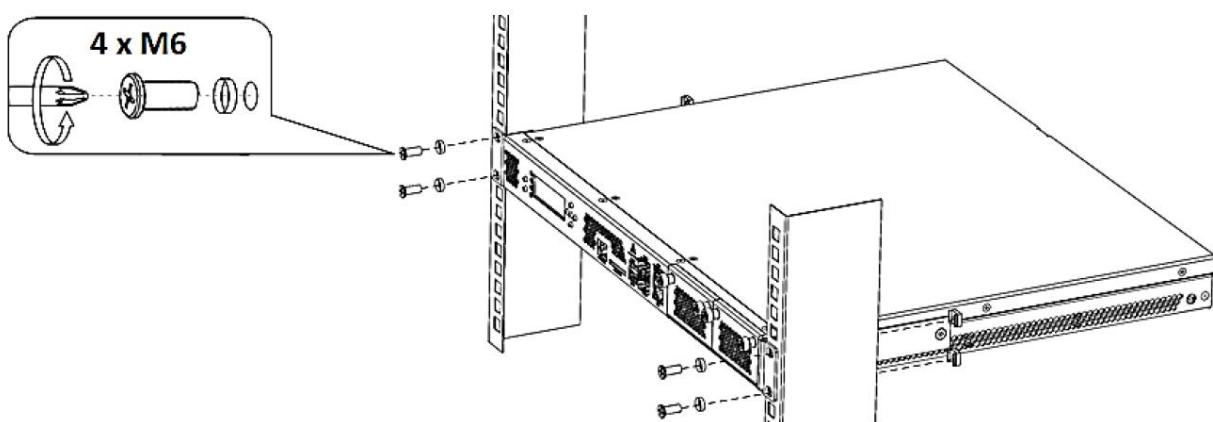

Рисунок 24 – Установка изделий в стойку с использованием комплекта КРПГ.465961.008
- с помощью отвертки прикрепите маршрутизатор к стойке винтами (Рисунок 24).